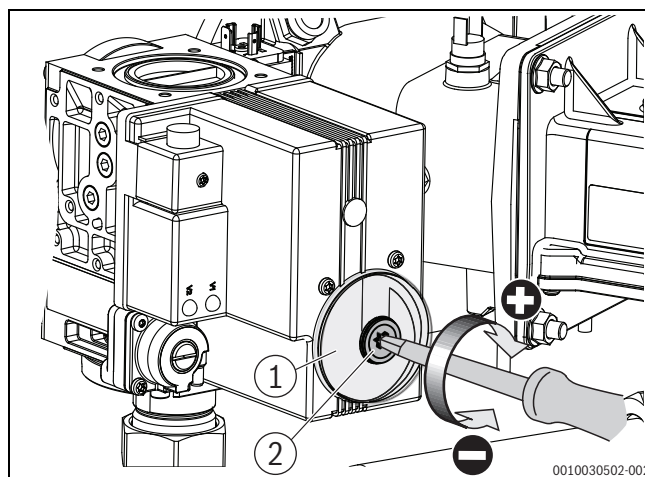

Bild 14 O₂-Gehalt bei Volllast einstellen (Kesselgröße 150 kW [bis V03] – 300 kW)
- ▶ Schutzkappe an der Gasarmatur abnehmen (→ Bild 14).
- ▶ O₂-Werte an der Volllast-Einstellschraube auf 4,5% -0,9%/+1,8% einstellen (→ Bild 14).